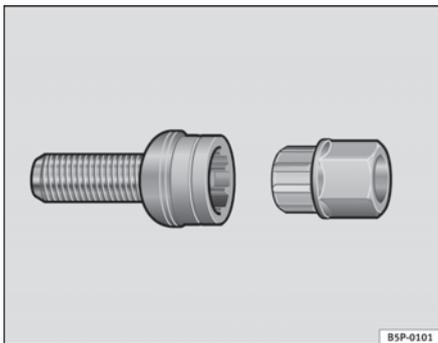

Abb. 159 Diebstahlhemmende Radschrauben
- Setzen Sie den Adapter bis zum Anschlag in der diebstahlhemmenden Radschraube ein ⇒ Abb. 159.